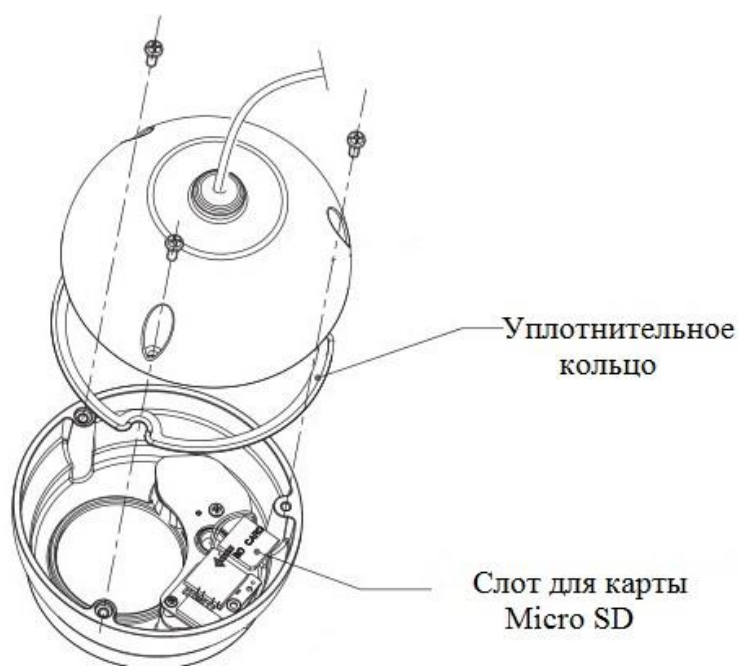

Рисунок 1
2.3 Откройте корпус устройства и найдите слот для карты «Micro SD». Определите направление карты «Micro SD», руководствуясь направлением, указанным на устройстве, и вставьте карту «Micro SD» в слот (рис. 1).
2.4 Установите уплотнительное кольцо (рис.1) и соберите корпус устройства в обратной последовательности.